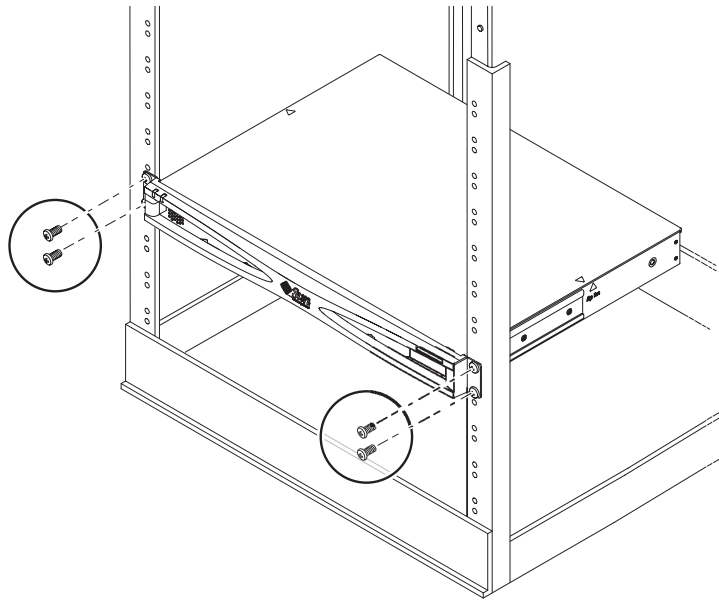

FIGURA 2-1 Montaje del servidor en un bastidor estándar de 19 pulgadas
1. Coloque el servidor Netra X1 en el bastidor y ajuste los tornillos (consulte la FIGURA 2-1).